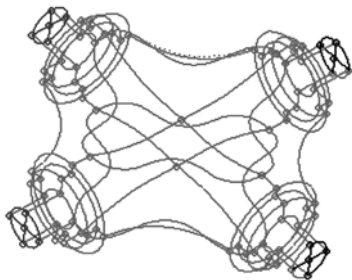

图 5-191 模型文件
- (1) 从工具栏中单击 Open Model (📂) 按钮。
- (2) 从 install_directory>\tutorials\es\cfd 路径目录中选择 ujoint_cfd.hm 文件。
- (3) 单击 Open 按钮载入文件, 载入的模型文件如图 5-191 所示。